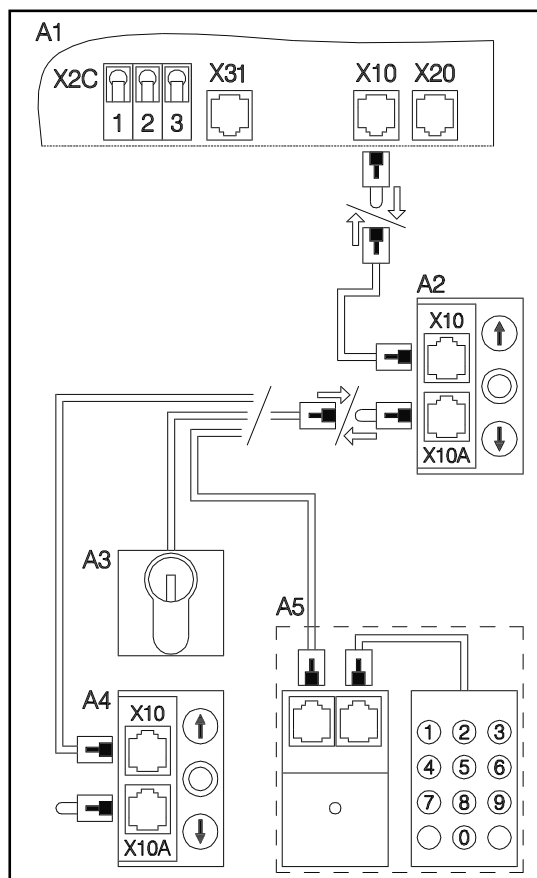

Fig. 10: Tilkopling kontrollelementer
- Kople kontrollelementet til systemkontakt X10A på berøringsbryteren som vist på fig. 10.